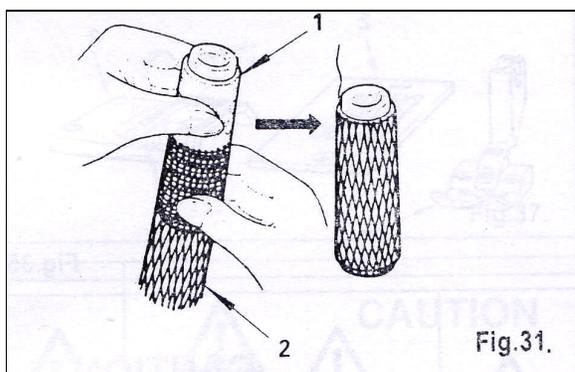

Fig.31.
Lors de l'utilisation de fil synthétique, le fil se vrille facilement (1), glisser le manchon livré avec votre machine, sur le cône de fil en commençant par le bas et en laissant l'extrémité de fil libre au haut du manchon, comme indiqué en figure 31,